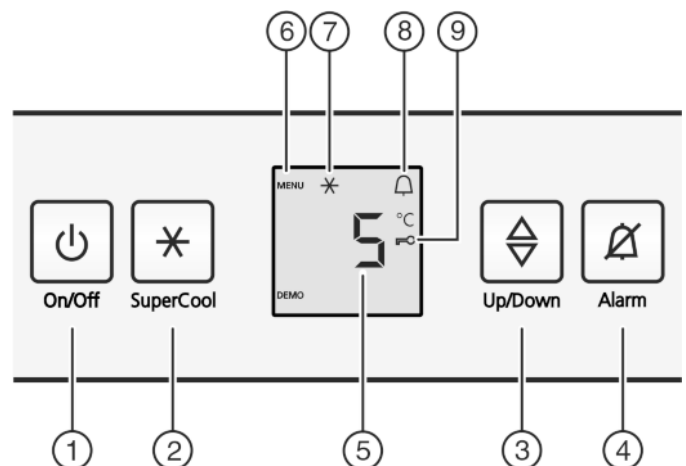

Fig. 2
- ▶ Натисніть клавішу On/Off. *Fig. 2 (1)*.
- ▶ натисніть кнопку «SuperCool» *Fig. 2 (2)* і утримуйте її приблизно 5 секунд.
- ▷ На індикаторі відображається символ «Меню» *Fig. 2 (6)*.
- ▶ Для підтвердження натисніть і відпустіть кнопку «SuperCool» *Fig. 2 (2)*.
- ▷ На індикаторі світиться символ «Захист» *Fig. 2 (9)*.
- ▶ Натисніть і відпустіть клавішу «On/Off». *Fig. 2 (1)*.
- ▶ натисніть сигнальну клавішу Alarm *Fig. 2 (4)*.
- ▶ Виклик функції регулювання температури: натисніть кнопку налаштування *Fig. 2 (3)*.
- ▶ Зміна значення температури на 1 °C: натискайте кнопку налаштування *Fig. 2 (3)*, доки на індикаторі температури не висвітиться потрібна температура.
- ▶ натисніть і швидко відпустіть клавішу SuperCool Fig. 2 (2).
- ▷ Світиться символ SuperCool Fig. 2 (7).
- ▷ Вимикається символ SuperCool Fig. 2 (7).